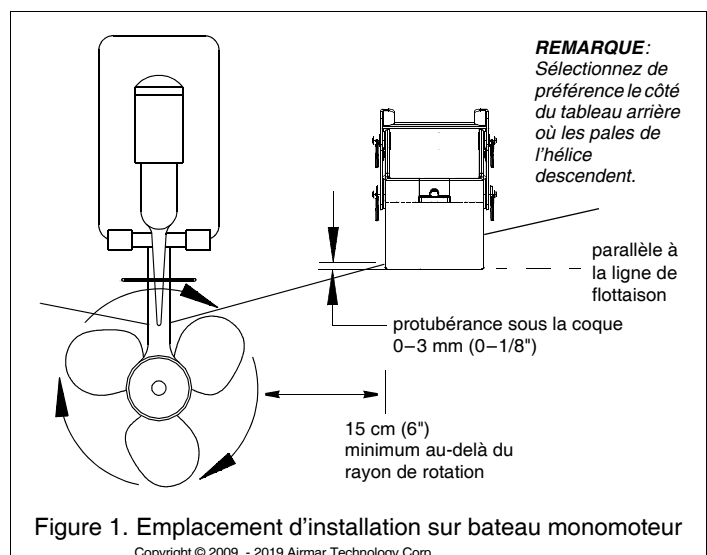
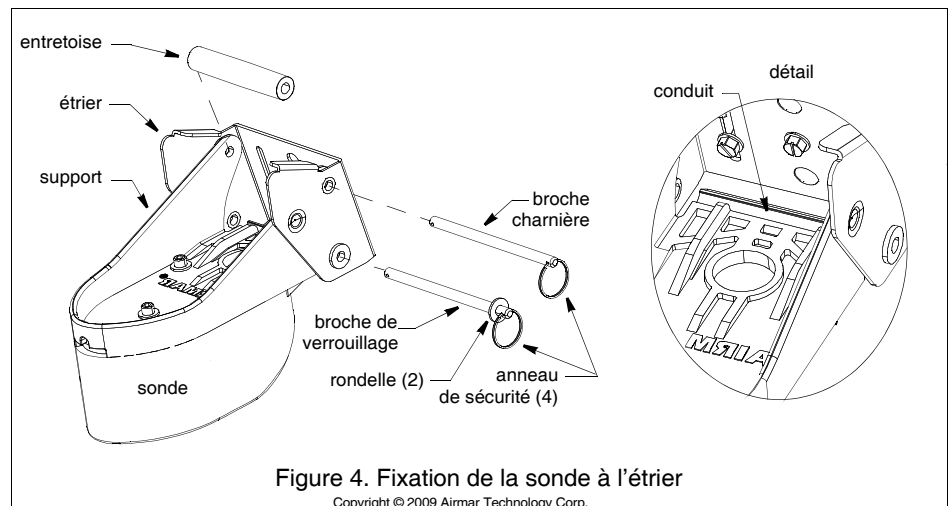

Figure 1. Emplacement d'installation sur bateau monomoteur
Figure 4. Fixation de la sonde à l'étrier
- Sélectionnez de préférence le côté du tableau arrière où les pales de l'hélice descendent (Figure 1).
- **Bateau monomoteur** — Installez la sonde à 15 mm (6") au moins, du rayon de rotation de l'hélice (Figure 1).
3. Fixez un anneau de sécurité à l'extrémité de chaque broche (Figure 4).
1. Positionnez la sonde à l'emplacement sélectionné de sorte que la face inférieure descende à 3 mm (1/8") en dessous de l'arête inférieure du tableau arrière (Figure 1). Vérifiez que toutes les cales sont bien en place. (Vous pouvez fixer provisoirement la (les) cale (s) à l'étrier avec du ruban adhésif.) Avec la sonde en position opérationnelle, et de l'étrier parallèle à la ligne de flottaison, marquez la position des coins inférieurs de l'étrier.
2. Extrayez la sonde de l'étrier en enlevant la broche de verrouillage et la broche charnière (Figure 4). Placez l'étrier avec la (les) cale(s) éventuelle(s) contre le tableau arrière à l'emplacement marqué. Tracez une "X" à 12 mm (1/2") du haut et du bas de chaque fente (Figure 6).
1. Enduisez de mastic d'étanchéité marine les filetages des quatre vis rondelle à tête hexagonale pour éviter toute infiltration d'eau dans le tableau arrière. Vérifiez que toutes les cales sont bien en place et vissez l'étrier sur la coque à l'aide d'une clef à douille (Figure 4). *Ne serrez pas les vis à ce stade.*
5. Faites coulisser verticalement les fentes sur les vis de fixation jusqu'à ce que le coin intérieur bas de la sonde dépasse de 0 à 3 mm (0-1/8") en dessous du fond de la coque (Figure 1). Serrez les quatre vis de fixation de l'étrier quand la sonde est à la position correcte. Pour accéder facilement aux vis de fixation, enlevez la sonde de l'étrier (Figure 4). *N'omettez pas de remettre l'entretoise en place lors du remontage de la sonde.*
- b. Augmentez la profondeur d'immersion de la sonde par étapes successives de 3 mm (1/8") (Figure 1).
- Serrez la vis d'immobilisation avec une clef à douille. Pour accéder facilement à la vis de fixation, enlevez la sonde de l'étrier (Figure 4). *N'omettez pas de remettre l'entretoise en place lors du remontage de la sonde.*